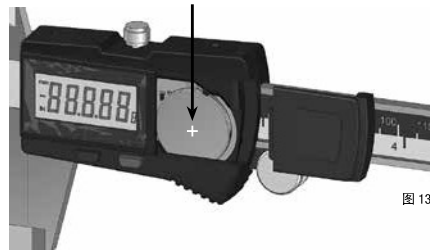

图 13
- 如需安装新电池 (图 13), 请确保电池带有加号 (+) 的一面朝上, 然后将电池压入电池仓的空位之内, 电池即固定在位。对齐电池盖, 在轻轻下压的同时, 将其推向左侧, 直至听到一下咔哒声。卡尺上将显示主测量屏幕。